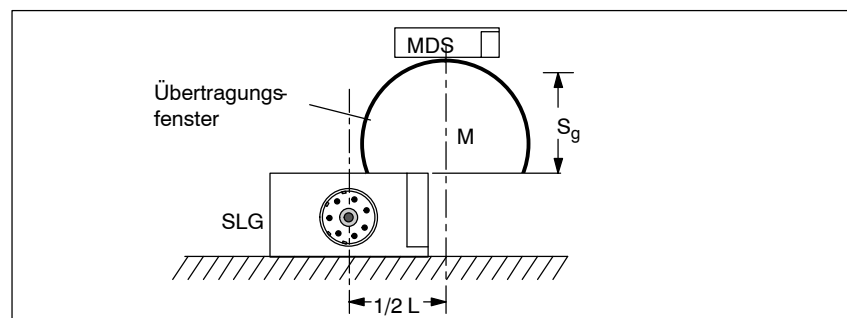

Bild 3-2 Arbeiten im statischen Betrieb
Der größte Arbeitsabstand (S_g) wird senkrecht über dem Mittelpunkt (M) des Übertragungsfensters erreicht. Bild 3-2 veranschaulicht diesen Abstand, bei dem die Übertragung gerade noch möglich ist.